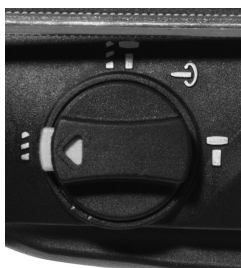

Fig. 4 – Posição para perfuração sem impacto
- Na perfuração sem impacto o mandril tem apenas o movimento de rotação. Esta função é utilizada em madeiras, metais, polímeros, entre outros. Pode ser utilizado um adaptador SDS para mandril convencional (não acompanha o produto). Para selecionar a função, basta pressionar a trava de segurança e girar a manopla (5) para a posição  (Fig. 4) .